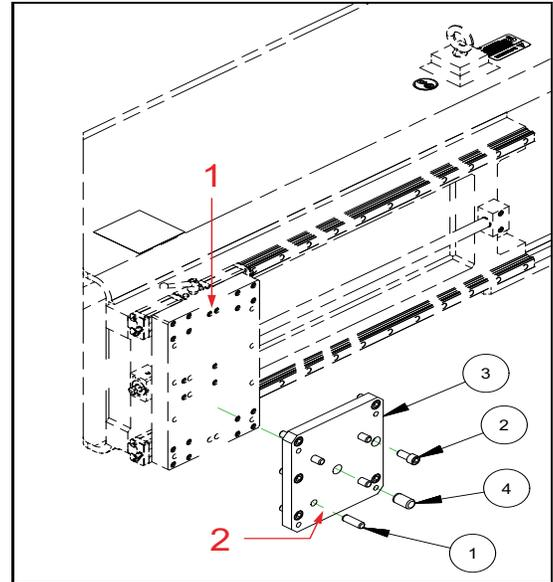

ABBILDUNG 4-38. QUERSCHLITZENPLATTE
2. Die Fräskopfeinheit, einschließlich der Fräskopfadapterplatte, von der Querschlitzenplatte entfernen (siehe Abbildung 4-38, die auch in Abbildung A-11 auf Seite 130) zu sehen ist.